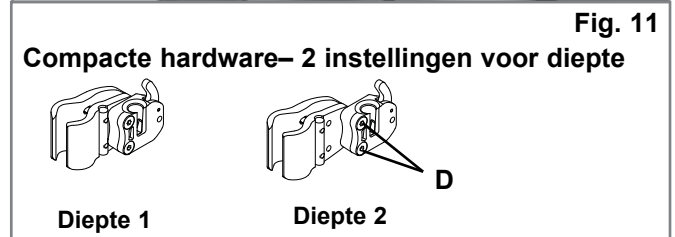
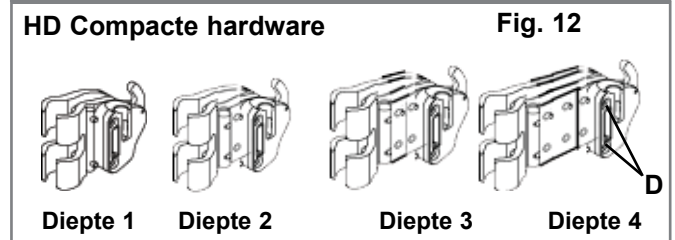

Fig. 11
Fig. 12
2. Aanpassingen diepte/hoek (Figs. 11, 12 & 13)
Let op dat er twee soorten materiaal kan worden besteld: de standaardmaat (Fig. 11) en het langere, verstelbare materiaal (Fig. 12). Het materiaal wordt op dezelfde wijze aangepast, maar de standaard rugsteun kan 4.4 cm in diepte worden veresteld, (Fig. 11), terwijl de uitgebreide rugsteun 7.5 cm in diepte aangepast kan worden (Fig. 12).
- Indien er meer diepte nodig is, verwijder dan de rugsteun uit de beugels. Verwijder de schroeven (Figs. 11-D, 12-D) van de beugel met behulp van bijgeleverde 4mm inbussleutel en stel de rugsteun op de gewenste diepte in. Opmerking: Het wordt sterk aanbevolen om een geschikt, gemiddeld sterk schroefdraadborgingsmiddel (bijv. Loctite 243) aan te brengen op de houder en de schroefkoppen, voordat de rugsteun wordt teruggeplaatst. Draai de schroeven tot 25-35 in-lbs. (2,8 - 4 Nm).